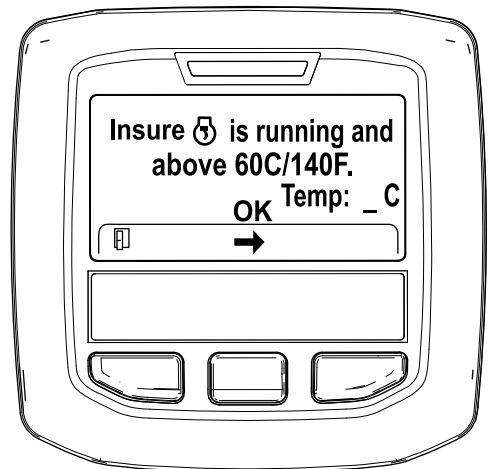

Figura 51
- Si la temperatura del refrigerante se encuentra por debajo de 60 °C (140 °F) aparece el mensaje "Insure ☺ is running and above 60C/140F" (Asegúrese de que está funcionando y por encima de 60 °C/140 °F). (Figura 51).